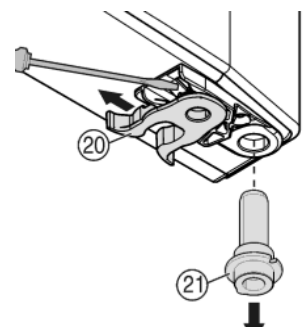

Fig. 8
- ▶ Prestavljanje vzmetne sponke Fig. 8 (20): Zaskočni zapah potisnite navzdol in vzmetno sponko povlecite čez.
- ▶ Ležajni sornik Fig. 8 (21) odstranite iz puše vrat in ga skupaj s stekleno ploščo namestite na nasprotno stran. Zaskočni zapah mora biti obrnjen proti notranji strani vrat, zarez pa proti zunanji.
- ▶ Vrata spodaj zasukajte navznoter in ležajni sornik Fig. 8 (21) vstavite v ležajni podstavek. Po potrebi ležajni sornik zasučite, da se lahko zaskoči.